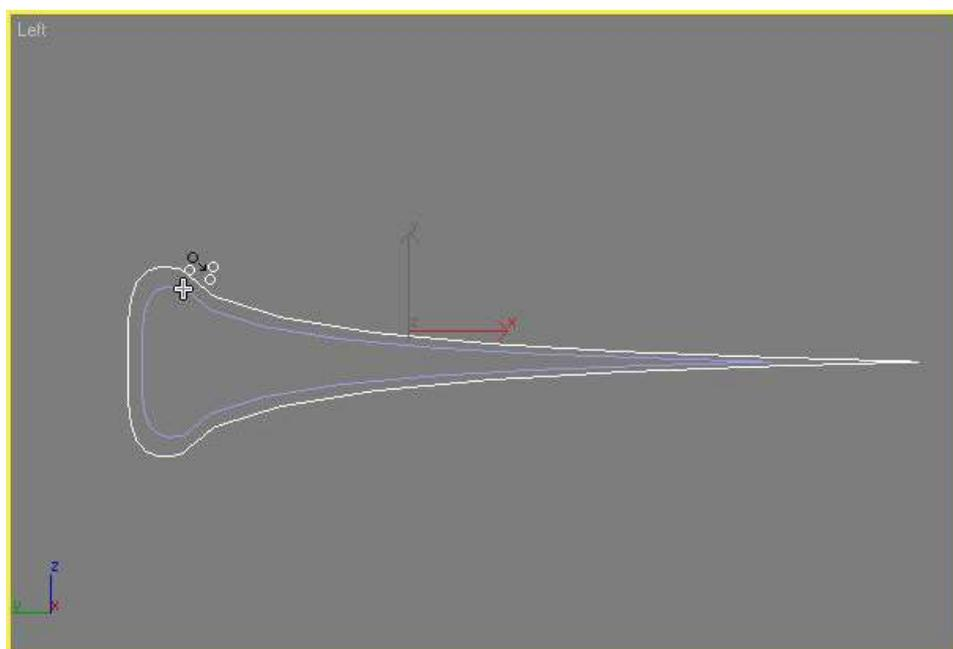

Рис. 19 – Объединение сплайнов
7. Выделите клонированный объект, перейдите на вкладку **Modify (Изменение)** командной панели. В свитке **Geometry (Геометрия)** настроек выделенного объекта нажмите кнопку **Attach (Присоединить)**, чтобы присоединить к объекту исходный сплайн. Подведите указатель мыши к сплайну – указатель изменит свою форму (рис. 19) – и кликните на исходном объекте.